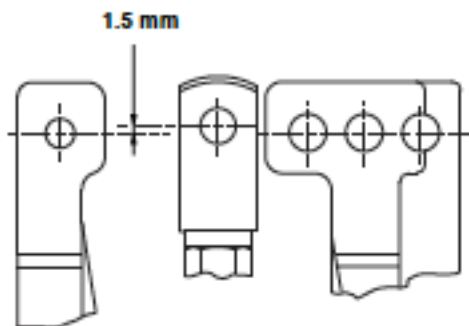

Figure 20 - Préréglage de la tige du clapet pour les vannes VariPak 28002 avec coefficient C_v réglable
- 1,5 mm au-dessus de l'alignement des trous de goupille dans le support de l'actionneur (108) pour la vanne à coefficient C_V réglable VariPak 28002 (voir la figure 20).